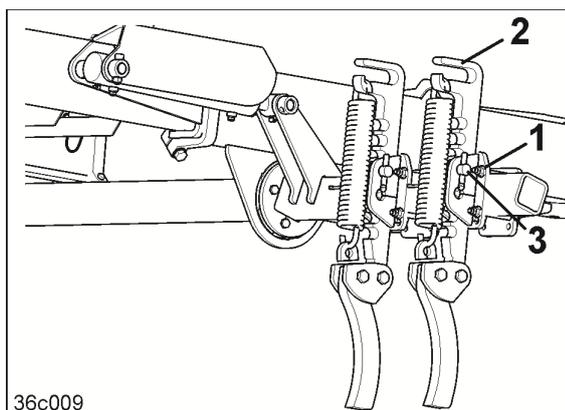

Fig. 119
1. Schraube (Fig. 119/1) lösen und den Spurlockerer horizontal verschieben.
1. Spurlockerer am Griff (Fig. 119/2) festhalten.
2. Bolzen (Fig. 119/3) entfernen.